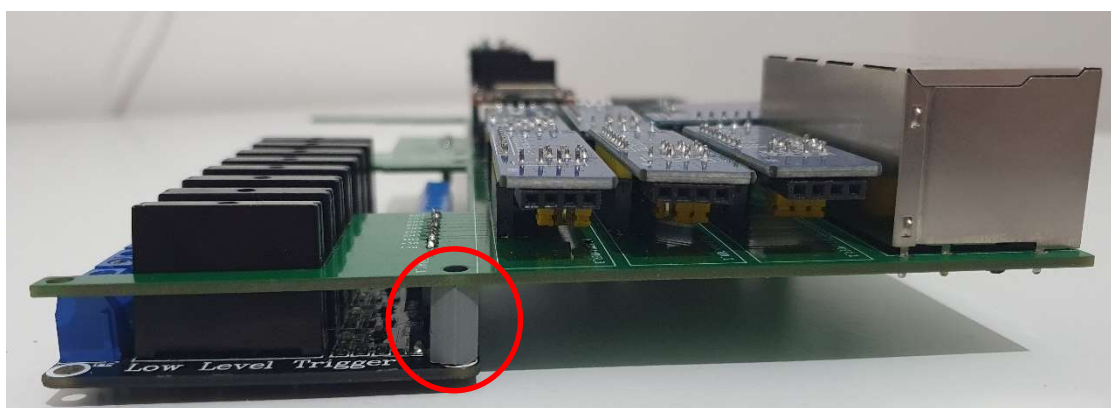

Figura 23 - Espaçador
1. Com o módulo de relés no sítio, basta colocar o espaçador entre o mesmo e a placa principal (Figura 23).